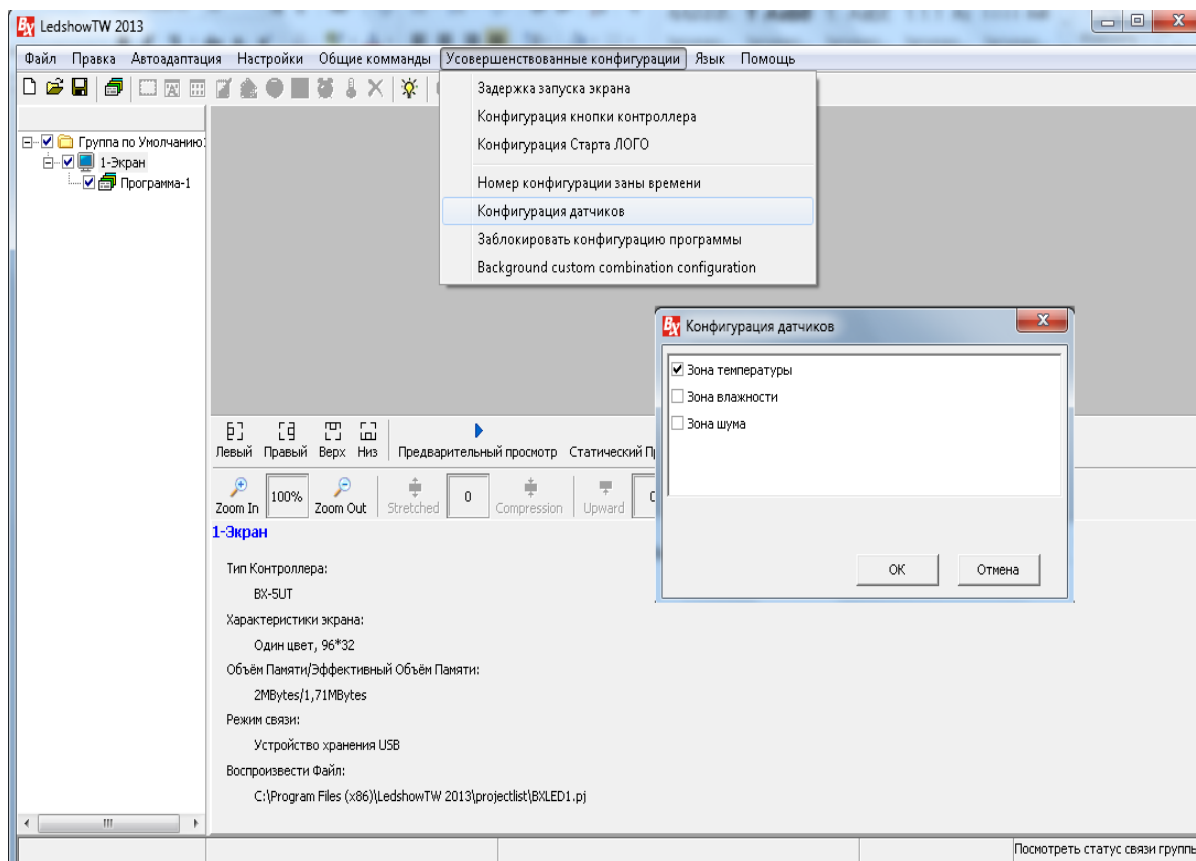

Рисунок 3.12 Окно выбора дополнительных датчиков
7) Для добавления дополнительных датчиков необходимо зайти в пункт меню **Усовершенствованные конфигурации → Конфигурация датчиков** и поставить галочки на необходимых пунктах. Смотреть рисунок 3.12.